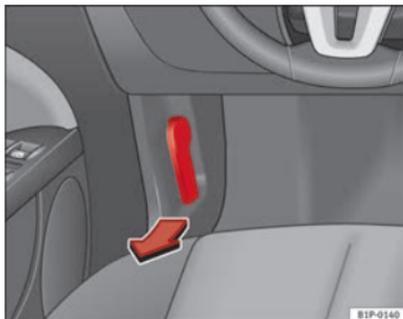

Fig. 142 Dettaglio del vano piedi sul lato del conducente: leva per l'apertura del cofano del vano motore.
- Tirare la leva situata sotto il cruscotto ⇒ fig. 142 nella direzione indicata dalla freccia. Il cofano si sblocca sotto la spinta di una molla ⇒ ⚠.